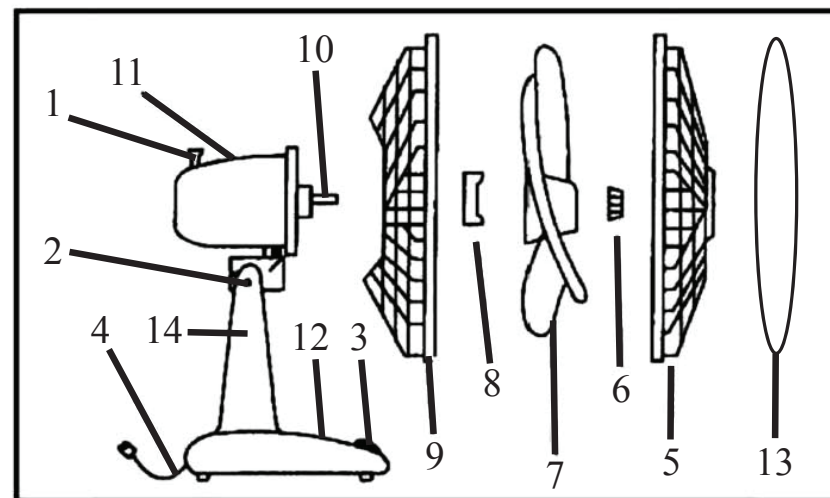

Рис. 1
6.1 Установите заднюю защитную решётку **9** (Рис. 1) на блок электродвигателя **11** (Рис. 1). Затяните гайку **8** (Рис. 1).
6.2 Установите лопасти **7** (Рис. 1) на вал **10** (Рис. 1). Закрепите лопасти с помощью соответствующей гайки **6** (Рис. 1), затянув её против часовой стрелки.
6.3 Установите переднюю защитную решётку **5** (Рис. 1). Закрепите её с помощью кольца - зажима **13** (Рис. 1).
6.4 Установите собранный блок на корпус вентилятора **14** (Рис. 1) и прочно закрепите с помощью винта **2** (Рис. 1). Винтом **2** (Рис. 1) так же можно регулировать вертикальное положение блока.
7.2 Для включения режима поворота вентилятора в горизонтальной плоскости нажмите (утопите) кнопку включения режима поворота вентилятора **1** (Рис. 1). Для отключения режима поворота вентилятора в горизонтальной плоскости вытяните кнопку выключения режима поворота вентилятора **1** (Рис. 1).
7.4 Направление потока воздуха можно изменить, опуская или приподнимая блок электродвигателя с помощью винта **2** (Рис. 1).
7.5 Выберите режим работы вентилятора, нажав одну из кнопок **3** (Рис. 1) на основании вентилятора **12** (Рис. 1):